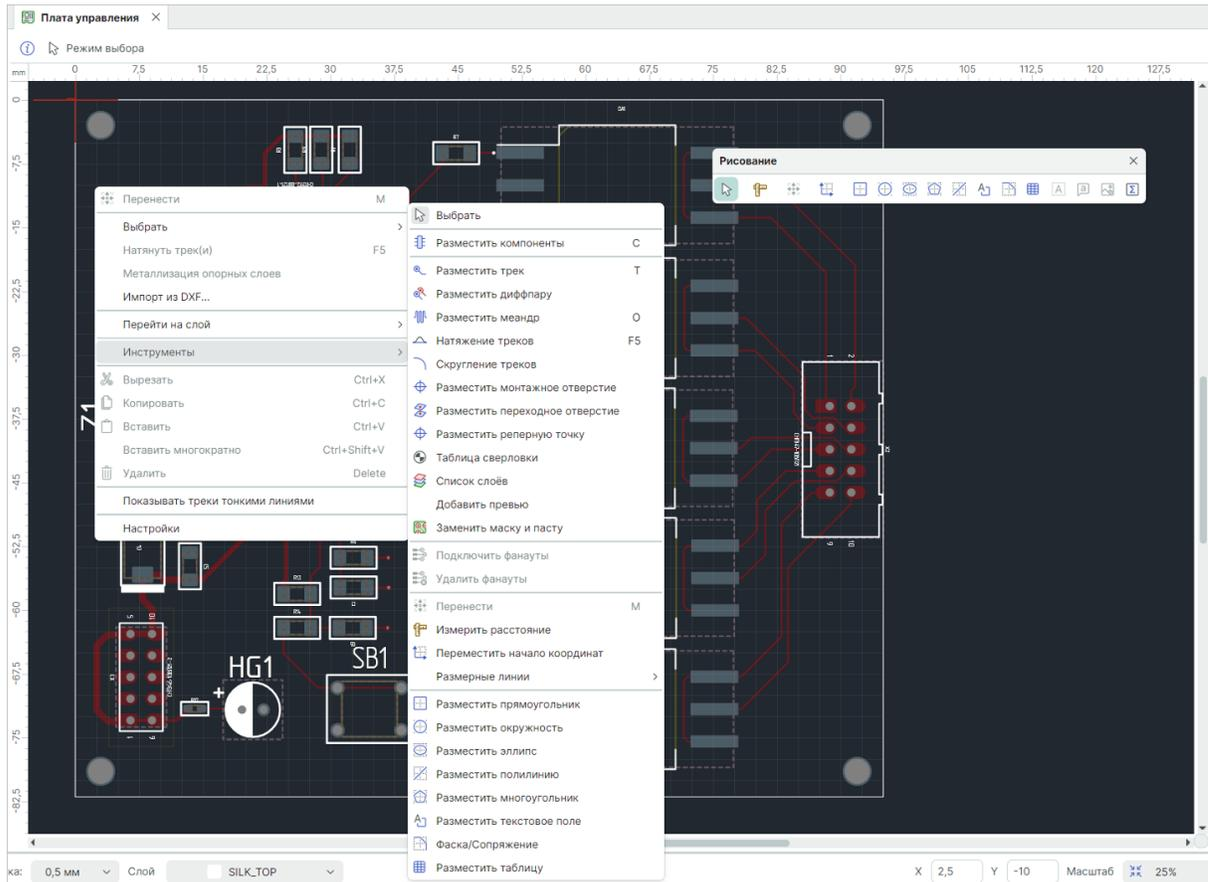

Рис. 193 Инструменты графического редактора
2. Разместите необходимые графические объекты, используя инструменты графического редактора, см. Рис. 193. При этом для слоев, не предназначенных для размещения графической информации, инструменты графического редактора будут недоступны.